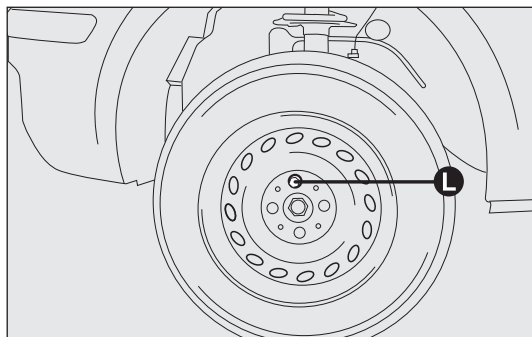

fig. 148
- ❑ en las versiones dotadas de tapacubos, quítelo después de haber aflojado los 3 tornillos que lo fijan y por último, afloje el cuarto tornillo L-fig. 148 y saque la rueda;